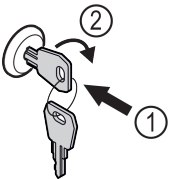

Fig. 128 Beispielhafte Darstellung
- ▶ Schlüssel hineindrücken Fig. 128 (1).
- ▶ Schlüssel um 90° im Uhrzeigersinn drehen Fig. 128 (2).